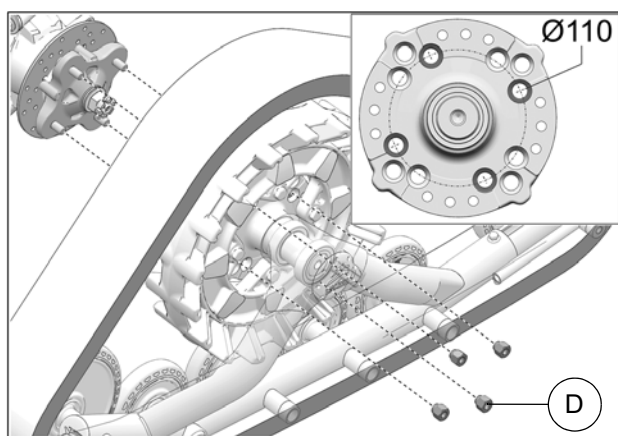

Fig. 11
9. Fixer le système de traction au moyeu de roue arrière. Utiliser le cercle de perçage de $\text{Ø}110\text{mm}$ et les écrous de roue (D) fournis. Voir Fig. 11